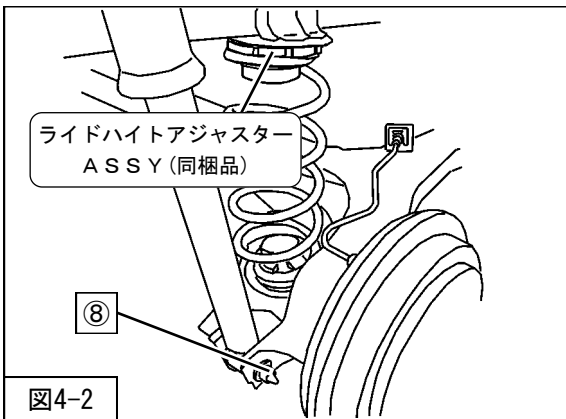

図4-2
- 3. アクスルビームをジャッキで下から支えながら、ラバーシート(同梱品)ライドハイトアジャスターASSY(同梱品)リアスプリング(同梱品)ロアマウンティングラバー(純正部品加工)を車両に取付けてください。(図4-2)
- 4. リアショックアブソーバASSY(同梱品)⑧リアショックアブソーバASSYロア取付ボルト(締付トルク: 54N・m)を車両に取付けてください。(図4-2)